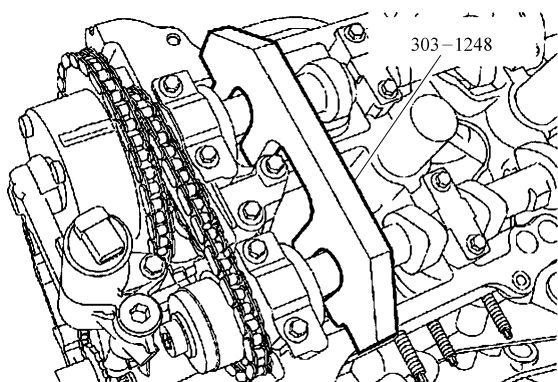

图 15-2 在左侧凸轮轴上安装专用工具
- 3) 将专用工具（工具号 303-1248）安装到左侧凸轮轴上，如图 15-2 所示。将凸轮轴固定在上止点位置。